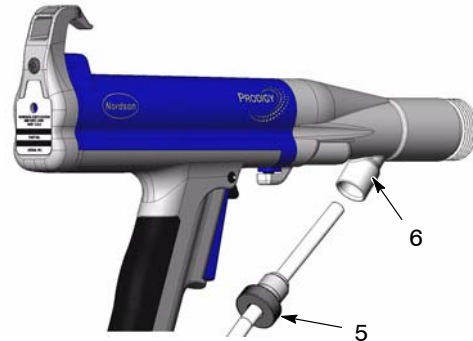

Bild 18 Demontering av låsvred och pulverslang
4. Se bild 18. Skruva av låsvredet (5) och pistoladaptorn (6).